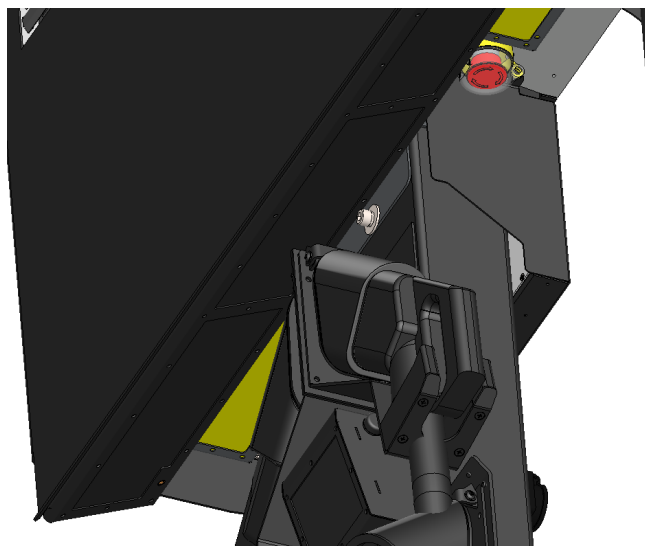

Рисунок 7.1. Розташування гвинта на задній частині ЗС
1. Викрутіть гвинт на задній частині ЗС (Рисунок 7.1).